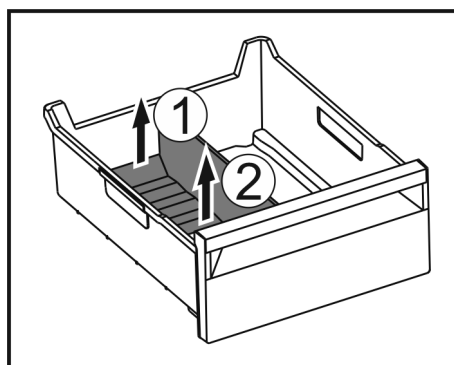

Fig. 164
- ▶ Podnieść tylną część separatora do szuflady na lód. Fig. 164 (1)
- ▶ Separator do szuflady na lód podnieść do góry. Fig. 164 (2)